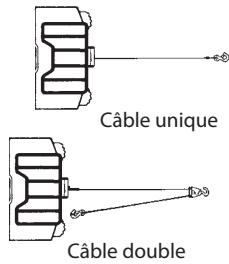

Figure 2
- La charge maximum de travail se trouve sur l'enroulement de câble le plus proche du tambour. NE SURCHARGEZ PAS LE TREUIL. N'EFFECTUEZ PAS DE LONGUES TRACtIONS SUR DES CHARGES ÉLEVÉES. Les surcharges peuvent endommager le treuil et/ou le câble, et créer des conditions de fonctionnement dangereuses. POUR DES CHARGES SUPÉRIEURES À 1000 LIVRES (454 kg), NOUS RECOMMANDONS L'UTILISATION D'UN PALAN OPTIONNEL POUR DOUBLER LE CÂBLE (FIGURE 2). Ceci réduit la charge sur le treuil et la contrainte sur le câble d'environ 50 %. Fixez le crochet à la partie portant la charge. **Le moteur du véhicule doit être en fonctionnement pendant le treuillage.** Si un grand nombre de treuillages est réalisé avec le moteur à l'arrêt, la batterie peut être trop faible pour redémarrer le moteur.